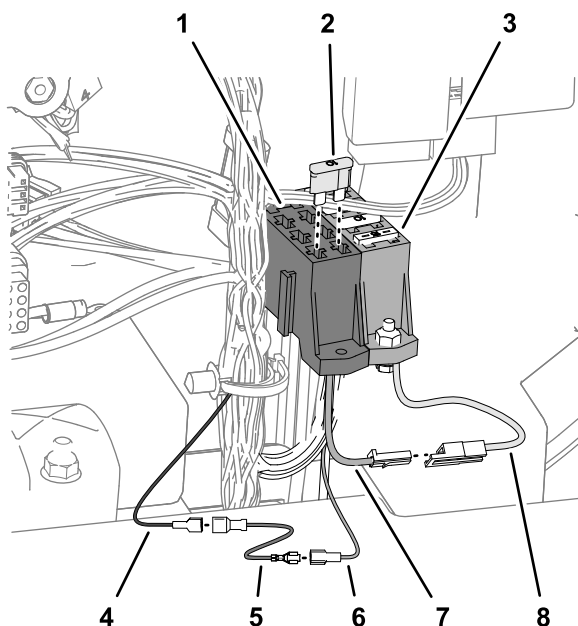

Bild 42
1. Befestigen Sie den zusätzlichen Kabelbaum des Sicherungskastens (Bestellnummer 92-2641) am Sicherungskasten der Maschine (Bild 42).
2. Befestigen Sie den Kabelbaum des Sicherungskastens (Bestellnummer 92-2641) wie folgt am Sicherungskasten der Maschine (**Bild 42**):
3. Befestigen Sie den Zündschloss-Kabelbaum (Bestellnummer 107-0672) wie folgt am Kabelbaum des Sicherungskastens (Bestellnummer 92-2641) (**Bild 42**):
4. Befestigen Sie den Zündschloss-Kabelbaum (Bestellnummer 107-0672) wie folgt am Hilfsstromkabel des Polar Trac-Kitkabelbaums (**Bild 42**):
5. Setzen Sie die Sicherung (10 A) in den Einschub im Sicherungskasten ein (**Bild 42**).